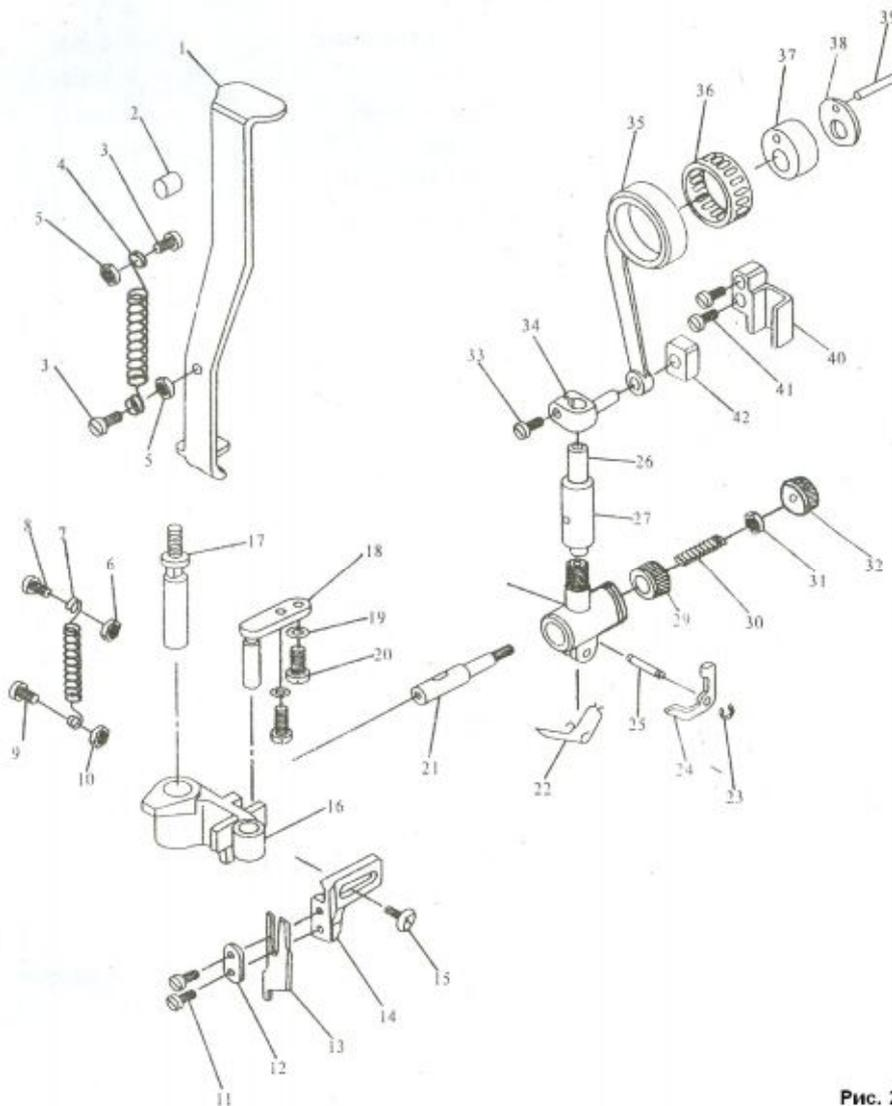

Рис. 28
## 19. МЕХАНИЗМ ОСНОВОЧНОГО НОЖА (Рис. 28)
1. Перевод верхнего подвижного ножа «13» из нерабочего положения в рабочее и обратно производится поворотом рычага «1» (Рис. 28).